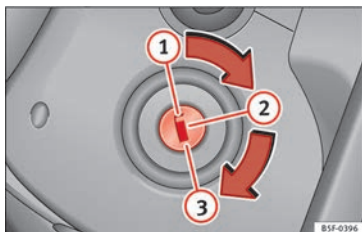

Fig. 131 Positions de la clé de contact.
Dans cette position » fig. 131 l'allumage et le moteur sont déconnectés, ce qui peut bloquer la direction.
- Amenez la clé de contact en position » fig. 131 ②. Le témoin  s'allumera en cas de préchauffage du moteur.
- Lorsque le témoin s'éteint, tournez la clé en position ③ pour lancer le moteur sans appuyer sur l'accélérateur.
- Amenez la clé de contact en position » fig. 131 ①.